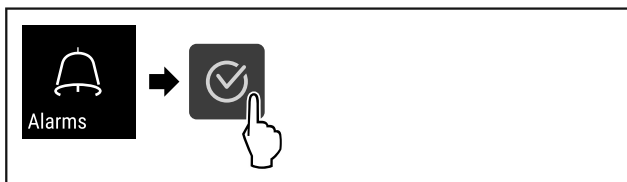

Fig. 104
- ▶ Genomför handlingsstegen (se Fig. 104).